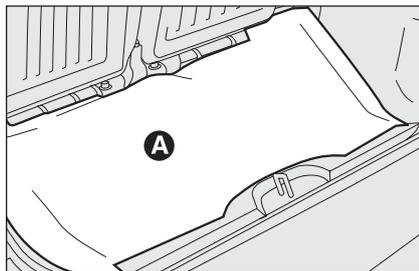

fig. 2
- sollevare il tappeto del pianale vano bagagli **A-fig. 2**;